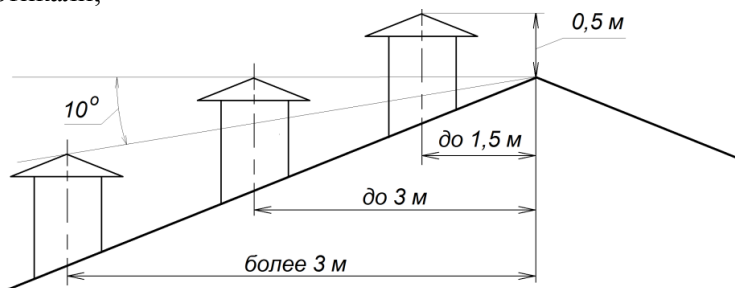

Рисунок 3. Варианты расположения дымовой трубы на крыше.
- г) выступающая над коньком крыши часть трубы должна быть (см. рис.3):